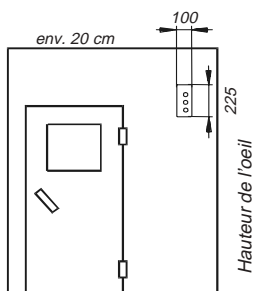

Fig. 2
- La commande est partiellement encastrée dans la paroi de la cabine. Il est ainsi nécessaire de pratiquer une ouverture rectangulaire de 225 x 100 (hauteur x largeur) dans les planches profilées (Fig.2). Il est souhaitable que la partie supérieure de la cabine soit dotée d'un conduit destiné aux câbles de raccordement et de connexion.